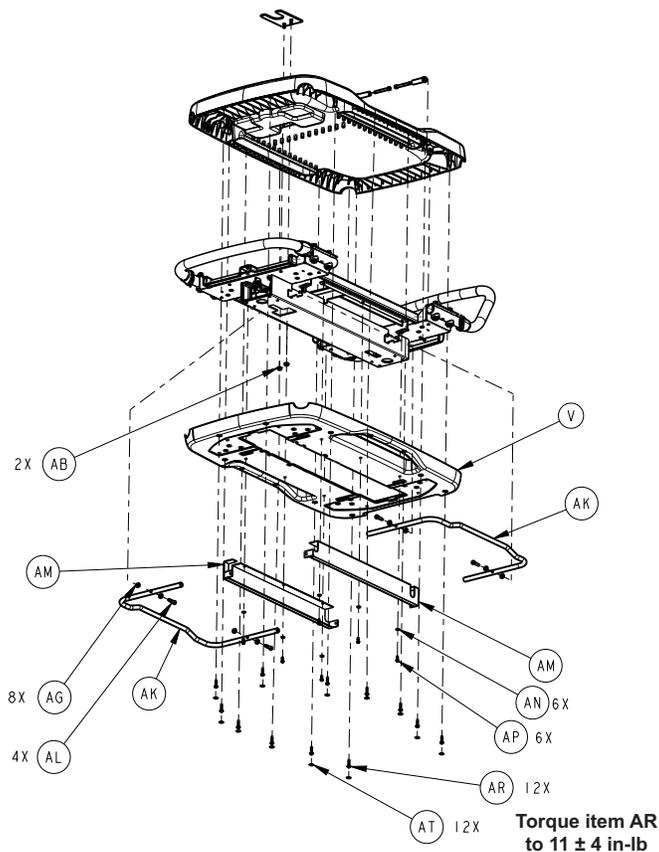

Figure 7 – Poignée de débrayage
5. À l'aide d'une clé Torx T25, retirer la vis (R) et l'entretoise (P) de butée du plateau de travail. Conserver la vis et l'entretoise.
7. À l'aide d'une clé à six pans de 5/32 po, retirer les quatre vis (E) et les rondelles (D) des supports de vérin qui fixent le vérin au support de la nacelle supérieure. Conserver les vis et les rondelles.
10. À l'aide d'une clé à six pans de 1/8 po, retirer les quatre vis (AL) qui fixent les poignées de déblocage au support de la nacelle supérieure (Figure 7). Conserver les poignées et les vis.